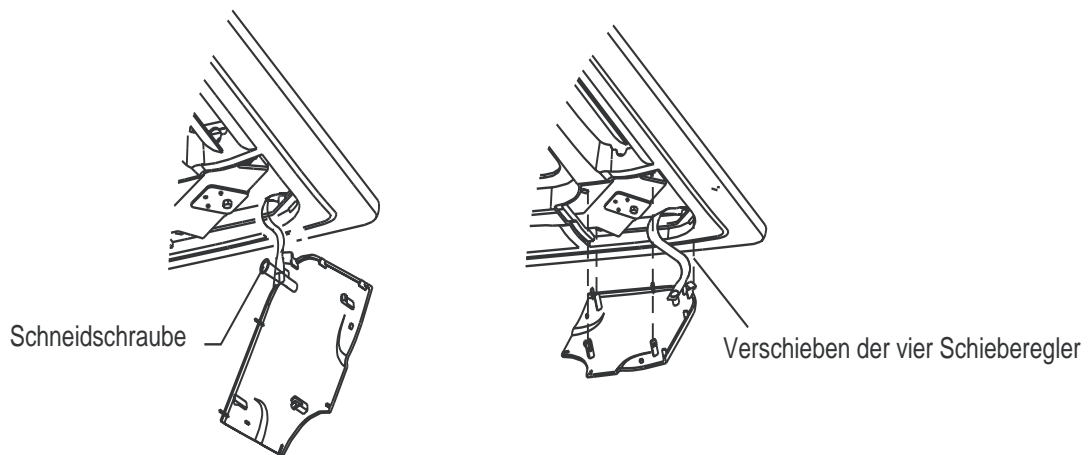

Abb.28
1. Befestigen Sie das Seil der Eckenabdeckung an der Schraube der Eckenabdeckung (Abb.28).
2. Drücken Sie die Abdeckung leicht in die Verkleidung (Abb.28).